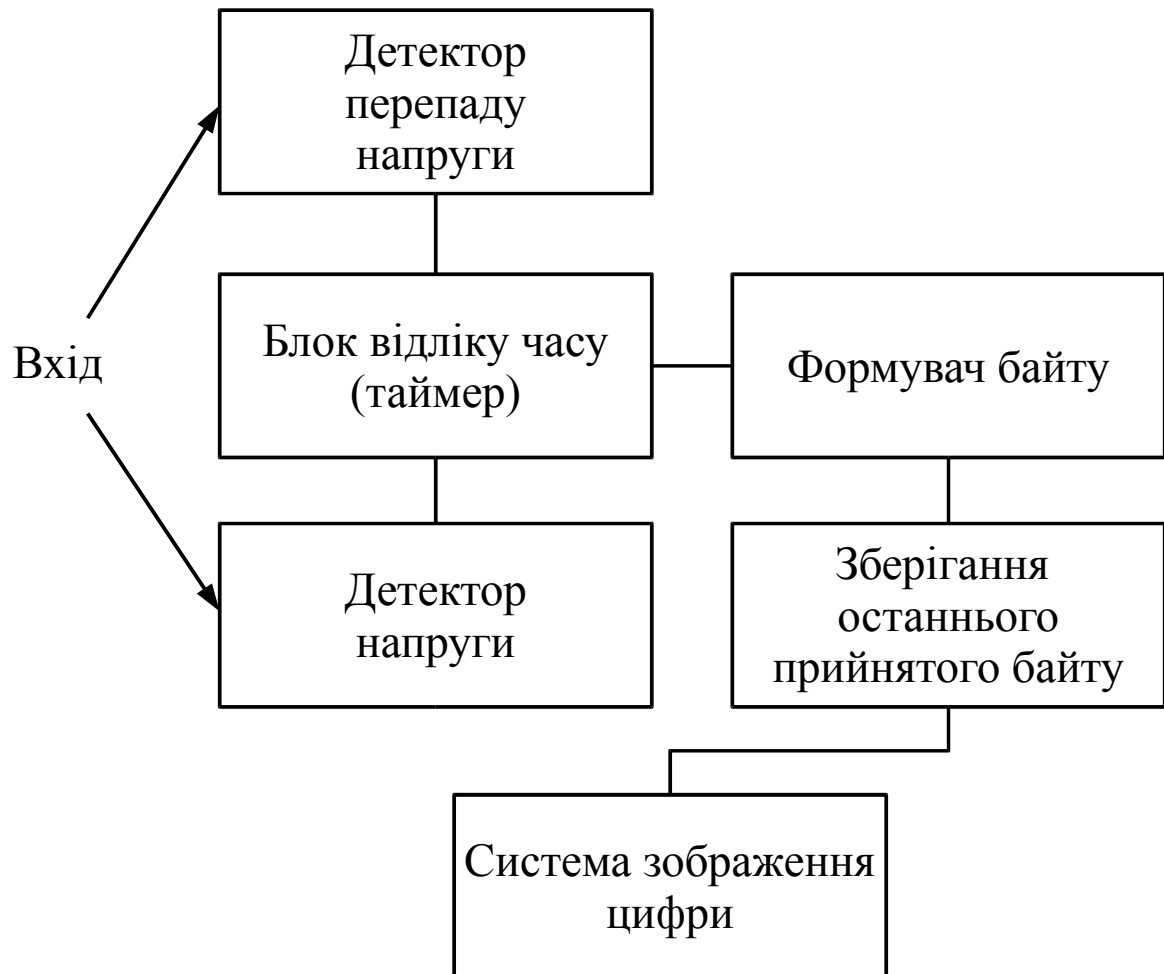

Рис. 3 – Структурна схема програмного забезпечення
1) Для створення програмного забезпечення потрібно визначити його архітектуру (структуру). Структура програмного забезпечення визначається її складовими блоками. Ступінь деталізації структури може бути різною, і підвищуватися з розвитком розробки. Прикладом розробки структури програмного забезпечення може бути наступна **структурна схема програмного забезпечення** (рис. 3).